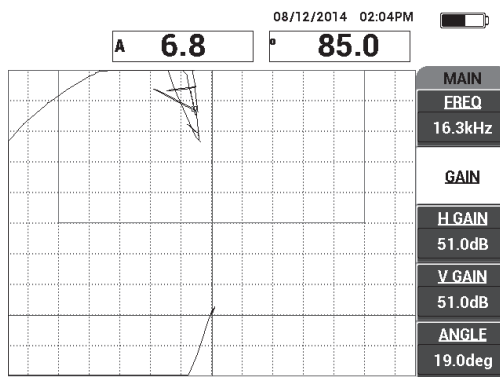

Рис. 6-67 Настройка УСИЛ для точки сигнала ПЭП «в воздухе»
3. При необходимости, нажмите клавишу GAIN (**dB**) и настройте УСИЛ для сохранения на экране сигнала ПЭП «в воздухе» (см. Рис. 6-67 на стр. 185).